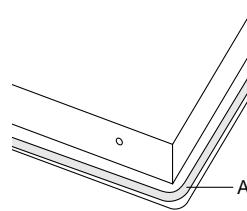

Abb. 4: Dichtungsband
- Entfernen Sie die Schutzfolie des Dichtungsbandes (A) und kleben Sie das Band soweit wie möglich nach außen auf die Unterseite des Glases (siehe Abb. 4).